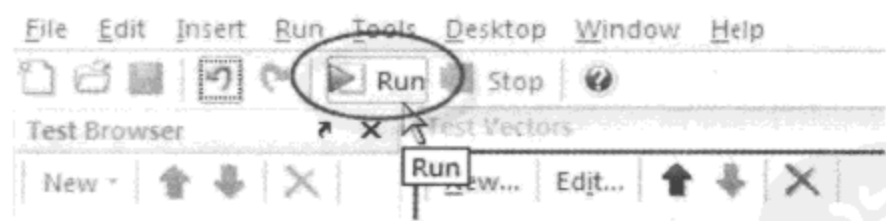

图 9.5.18 执行测试
(8) 执行测试并观察结果。保存测试程序,并单击菜单栏的 Run 按钮,开始测试系统,如图 9.5.18 所示。